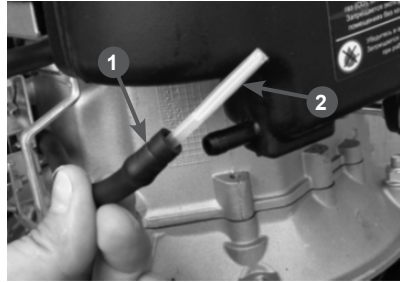

Рис. 15 Обслуживание топливного фильтра
4. Извлеките из топливного шланга топливный фильтр (Рис. 15).